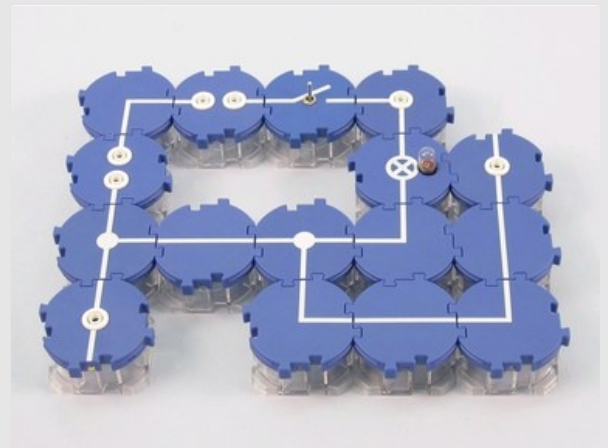

Fig. 3
- Modifie l'expérience selon les figures 3 et 4 et répète l'expérience.